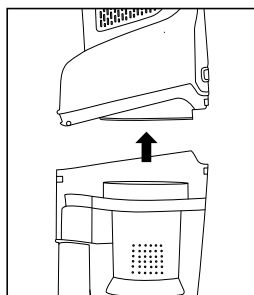
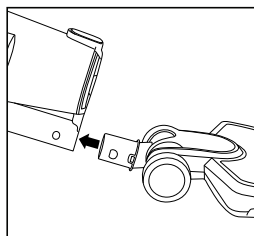

Fig. 4
Fig. 5
6. Remplacez le réservoir à poussière dans l'aspirateur (Fig. 4). Ensuite, remplacez le suceur pour sol et recommencez l'aspiration (Fig. 5).